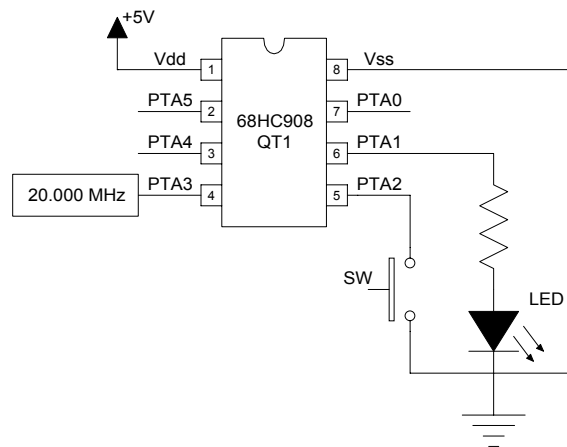

Figura 18 – Esquema elétrico LED+Botão
Apesar de ser muito simples, a solução desse problema com circuitos convencionais requer vários componentes eletrônicos. Se for utilizado um microcontrolador (p.ex.: o MC68HC908QT1) serão necessários: o microcontrolador, um botão (SW), um resistor e um LED (Figura 18). O resto é desenvolvimento de software.